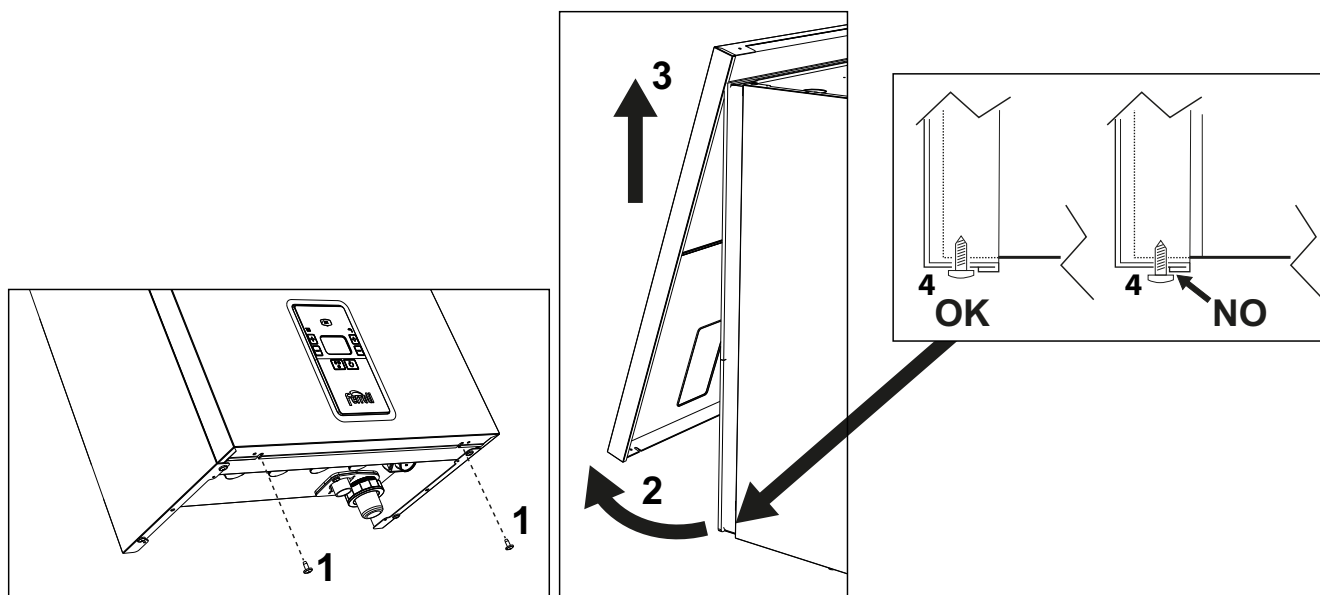

fig. 46- Openen van het voorpaneel
1. Draai de schroeven "1" los (zie fig. 46).
Ga in omgekeerde volgorde te werk om het voorpaneel weer te monteren. Verzekert u ervan dat de ketel goed is vastgehaakt aan de bovenste bevestigingen en aan de zijkanten volledig ondersteund wordt. De kop van de schroef "4" mag, als hij eenmaal aangehaald is, niet onder de onderste vouw van de aanslag zitten (zie fig. 46).